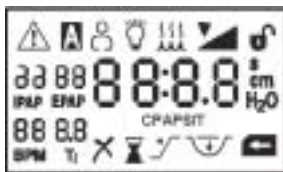

Abb. 6-1 Selbsttest-Bildschirm
- a. Der erste Bildschirm ist der Selbsttestbildschirm (siehe Abb. 6-1). Es handelt sich um den vom Harmony durchgeführten internen Test.